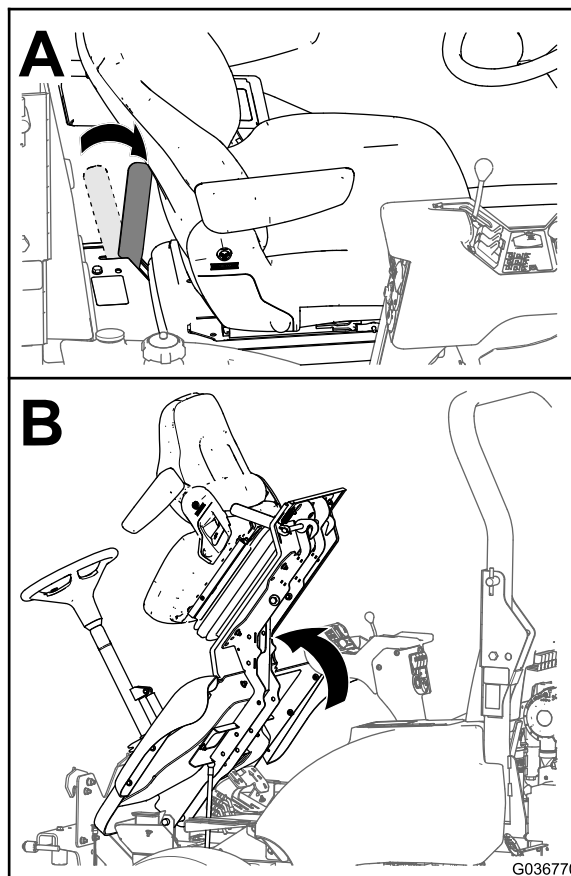

Figura 5
Spostate la maniglia del fermo della piattaforma in posizione di sblocco e inclinate in avanti la piattaforma dell'operatore, come illustrato nella Figura 5.
A. Abbassate la piattaforma con cautela; fate riferimento a Figura 5 in Sollevamento della piattaforma dell'operatore \(Modelli 30651, 30654, 30657 e 30659\) \(pagina 3\).
B. Spostate la maniglia del fermo di bloccaggio verso la parte anteriore del tosaerba mentre la piattaforma raggiunge la posizione completamente abbassata; fate riferimento a Figura 5 in Sollevamento della piattaforma dell'operatore \(Modelli 30651, 30654, 30657 e 30659\) \(pagina 3\).
fermo non si inseriscono completamente nella barra di bloccaggio; fate riferimento a Figura 5 in Sollevamento della piattaforma dell'operatore (Modelli 30651, 30654, 30657 e 30659) (pagina 3).